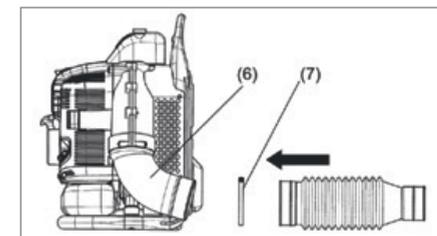

Рис. 3
3. Подключение гибкой трубы к угловому патрубку. (Рис. 3)